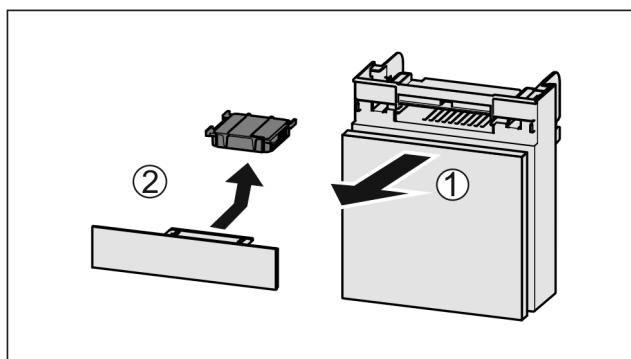

Fig. 72
- Издърпайте Fig. 72 (1) напред отделението.
- Извадете Fig. 72 (2) филтъра с активен въглен.